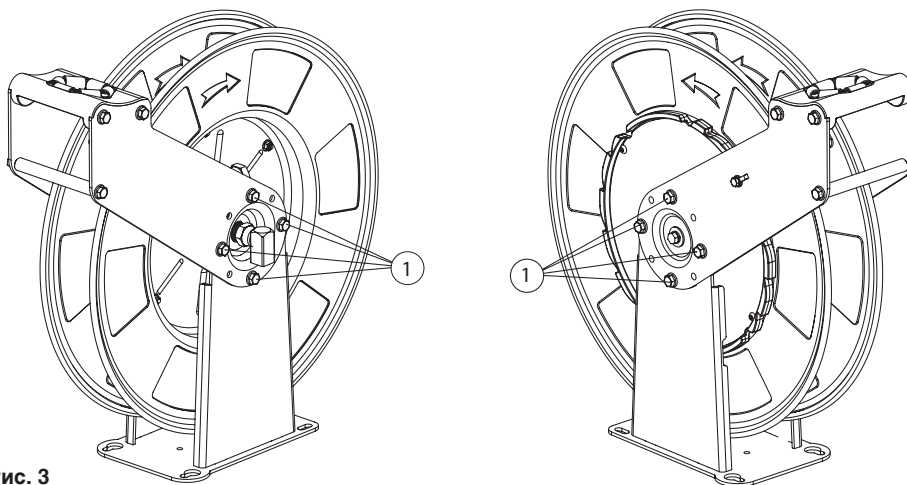

Рис. 3
Чтобы переместить направляющие шланга и отверстие, из которого подается шланг, необходимо удалить винты (1) (рис. 3). Крепление намоточного барабана и направляющих шланга с основанием ослабляется. Установить направляющие в необходимом положении и затянуть винты.